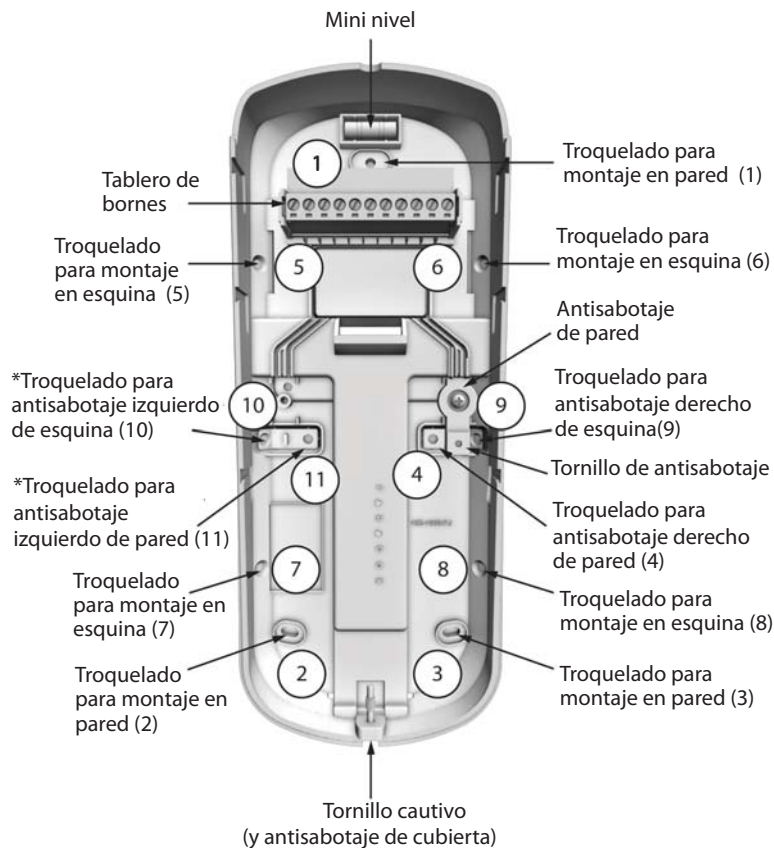

Figura 1: Componentes de la cubierta posterior del NVX80
3. Prepare la cubierta posterior para una instalación en la pared perforando los orificios apropiados (vea la Figura 1).
8. Usando un tornillo, asegure el interruptor antisabotaje a la cubierta posterior. (consulte la Figura 1, "Tornillo de antisabotaje")